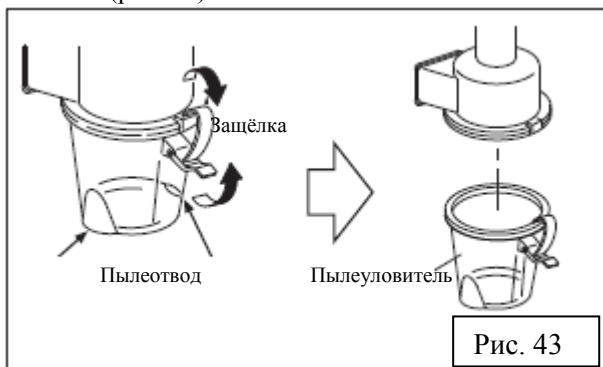

Рис. 43
- Откройте фиксатор и снимите пылеуловитель (рис. 43).